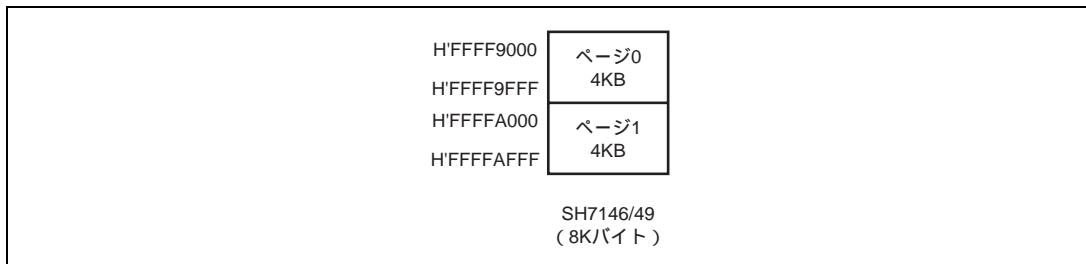

図 21.1 内蔵 RAM アドレス
本 LSI は高速スタティック RAM を内蔵しています。内蔵 RAM は、32 ビット幅のデータバス (L バス) を介して CPU、32 ビット幅のデータバス (I バス) を介してデータトランスマルチプレクタ (DTC) に接続されており、8、16 または 32 ビット幅で、内蔵 RAM をアクセスすることができます。内蔵 RAM は、各製品により図 21.1 に示すアドレスに割り付けられており、アドレスによりページ 0、ページ 1 に分かれています。RAM は、CPU (L バス経由)、DTC (I バス経由) からのアクセスが可能です。同時に同じページに対して異なるバスからアクセス要求があったときの優先順位は I バス (DTC) > L バス (CPU) となります。このような競合は RAM アクセスの性能低下を招きますので、できるだけ競合が起こらないようにソフトウェアでの対策を推奨いたします。例えば各バスごとに異なるページでアクセスすると競合は発生しません。L バス (CPU) からのアクセスは、ページ競合が発生しない限り 1 サイクルアクセスになります。I バス (DTC) からのアクセスは、内部クロック (I) とバスクロック (B) の比や DTC の動作状態などにより変化します。内蔵 RAM の内容は、スリープモード、ソフトウェアスタンバイモード、パワーオンリセット、マニュアルリセットでは保持されます。しかし、ディープソフトウェアスタンバイモードでは、内蔵 RAM の内容は保持されません。